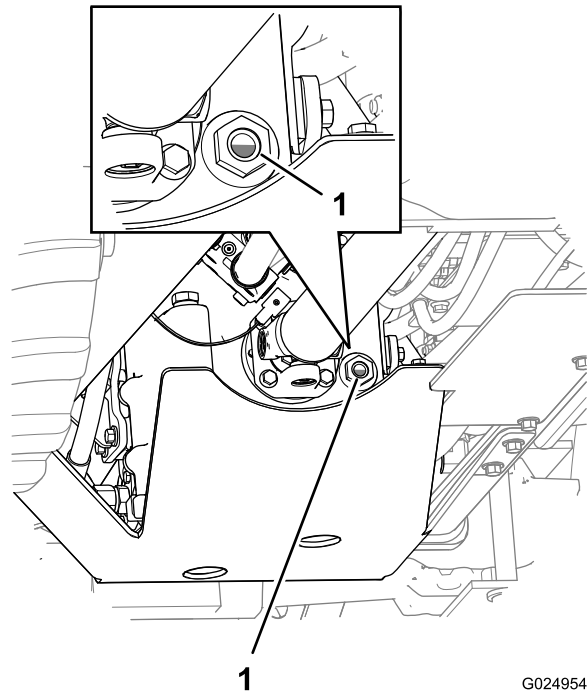
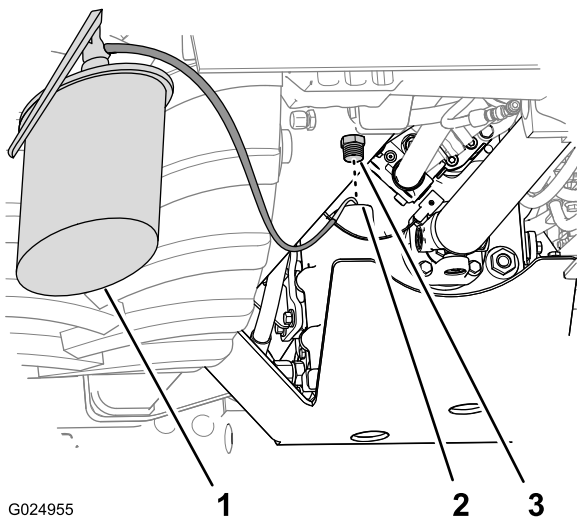

Bild 2
Bild 3
5. Warten Sie mindestens 10 Minuten und prüfen dann den Stand des Getriebeöls im Schauglas (Bild 2).
- A. Entfernen Sie die Füllschraube vom Füllanschluss des Getriebes (Bild 3).
- D. Füllen Sie das Getriebe mit der angegebenen Ölsorte durch die Schauglasöffnung, bis der Ölstand 1/2 bis 3/4 der Schauglasöffnung bedeckt (Bild 2 und Bild 3).
- E. Setzen Sie die Füllschraube in die Füllanschlusssstelle (Bild 3).
- 9. Warten Sie 10 Minuten und prüfen Sie dann den Stand des Getriebeöls im Schauglas (Bild 2).